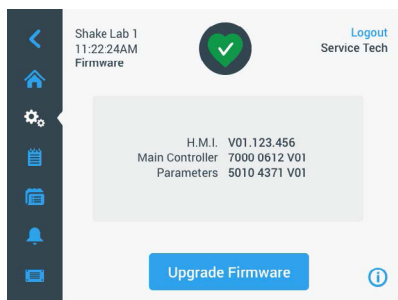

Figura 119: Schermata del firmware
Toccando il pulsante Firmware sulla schermata File & Info (vedere «File & Info» a pagina 85) il sistema chiede all'utente di inserire il codice da amministratore. Dopo l'inserimento del codice di accesso si apre la schermata Firmware illustrata nella Figura 119. Questa schermata permette di installare un firmware nuovo da una chiavetta USB.
**AVVISO** Se vengono selezionate due o tre opzioni dalla lista illustrata nella Figura 119 per aggiornare diversi componenti firmware in una volta, l'agitatore non deve essere spento in nessun momento durante l'intero processo di aggiornamento.